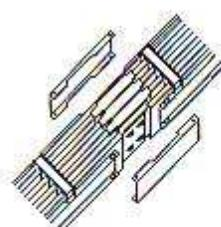

fig. 3
- 4 Montare i due profili di unione struttura metallica in dotazione a mezzo viti flangiate (fig. 3).
- 4 Assemble the two metallic joining profiles supplied using flanged screws (fig. 3).